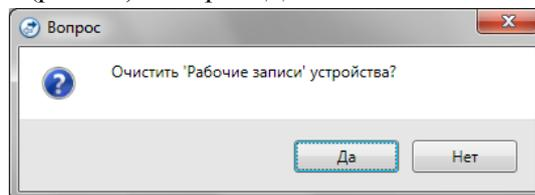

Рис. 50 Диалоговое окно
- ✓ В диалоговом окне *Вопрос* (рис. 50) выберите *Да*